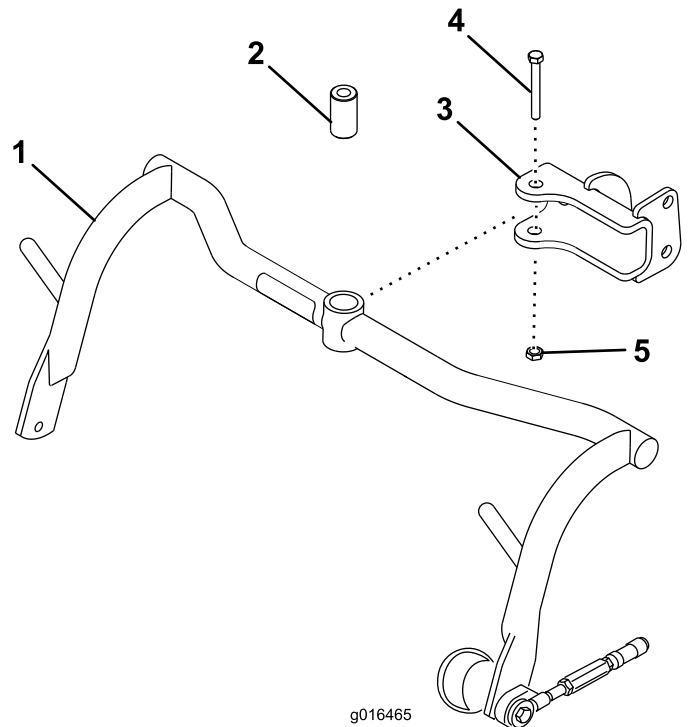

Figura 5
1. Monte um conjunto de estrutura de suporte em cada manilha com um espaçador e parafuso (½ x 3¼ pol.); consulte Figura 5. Aperte com 91 a 113 N·m.